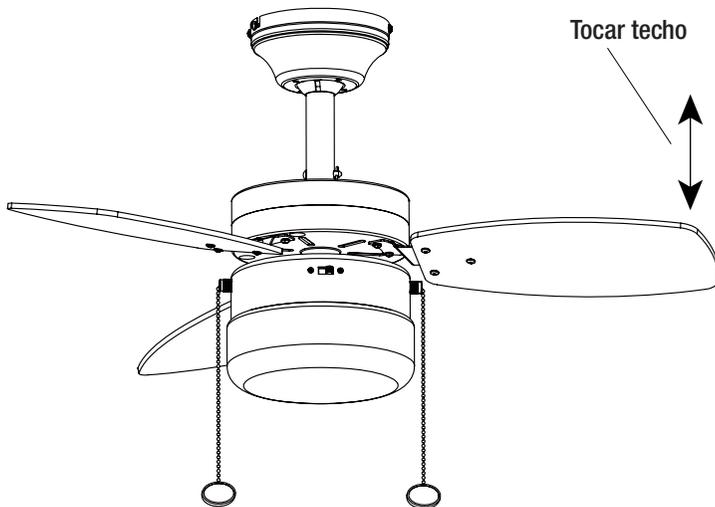

Figura 14
- La mayoría de problemas de bamboleo ocurren cuando los niveles de las aspas son desiguales. Compruebe este nivel seleccionando un punto en el techo sobre la punta de una de las aspas. Mida esta distancia como se muestra en la Figura 14. Gire el ventilador hasta que la siguiente aspa esté ubicada para medición. Repita para cada aspa. Las medidas deben estar dentro de 1/8 pulg (3 mm).